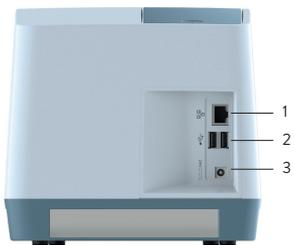

Figura 3
- Inserire la spina dell'adattatore del cavo di alimentazione nella presa di corrente (Figura 3) posta sul retro dell'analizzatore.